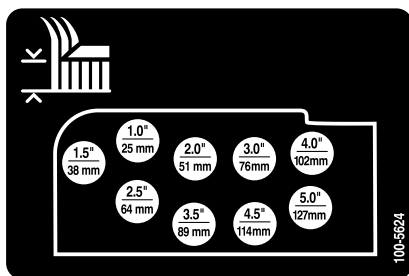

Рисунок 20
10. Закрепите цепи регулировки высоты скашивания в требуемом отверстии с помощью шплинтуемого штифта и игольчатого шплинта (**Рисунок 20**).